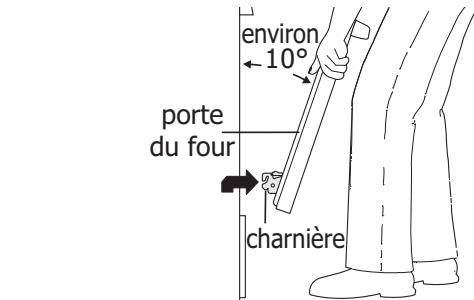

Figure 23 : Soutien de la porte pour la dépose
3. Saisir fermement les deux côtés de la porte du four. Ne pas la soulever par la poignée (voir Figure 23).
4. Ouvrir la porte à un angle d'environ 10 degrés du cadre de porte (voir Figure 23).
1. Saisir fermement les deux côtés de la porte du four. Ne pas la soulever par la poignée (voir Figure 23).
2. Tout en tenant la porte au même angle que pour la dépose, asseoir le crochet du bras articulé sur les galets situés de part et d'autre du cadre de four (voir Figure 23 et Figure 24). Le crochet du bras articulé doit s'asseoir fermement sur les galets.